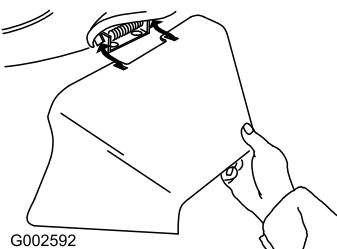

Figura 28
- Montate il condotto di scarico laterale e chiudete lo sportello sul condotto (Figura 28).